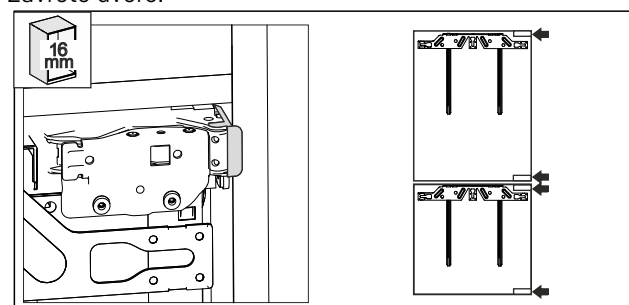

Fig. 57
- Stěna nábytku o tloušťce 16 mm: distanční vložky doléhají na straně závěsů na boční stěnu výklenku nábytku. Fig. 57 ()